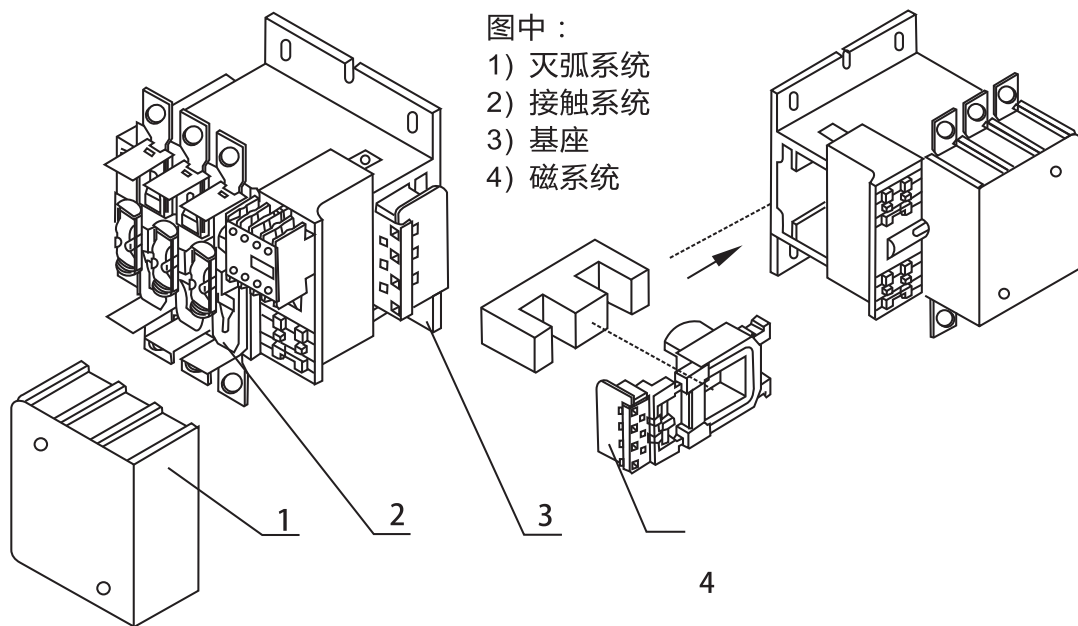

图1 CJX2-115~265接触器的总体结构示意图
6.1 接触器主要由灭弧系统、接触系统、基座、磁系统 (包括铁心、线圈) 组成, 参见图1。
6.2 接触器的接触系统为直动式、双断点布置,下基座采用铝合金型材,线圈为塑料封装结构,且线圈与磁轭组装成一体,可从接触器中直接取出或装入,使用、维修极为方便。见图1。